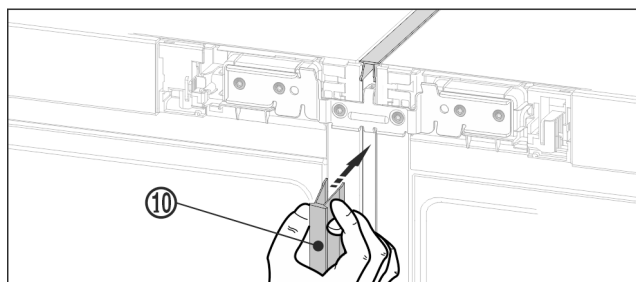

Fig. 22 *
- Na přední straně zatlačte dlouhou krycí lištu Fig. 22 (10) do svislé spáry. Dbejte na to, aby lišta stála na spojovacím plechu.*